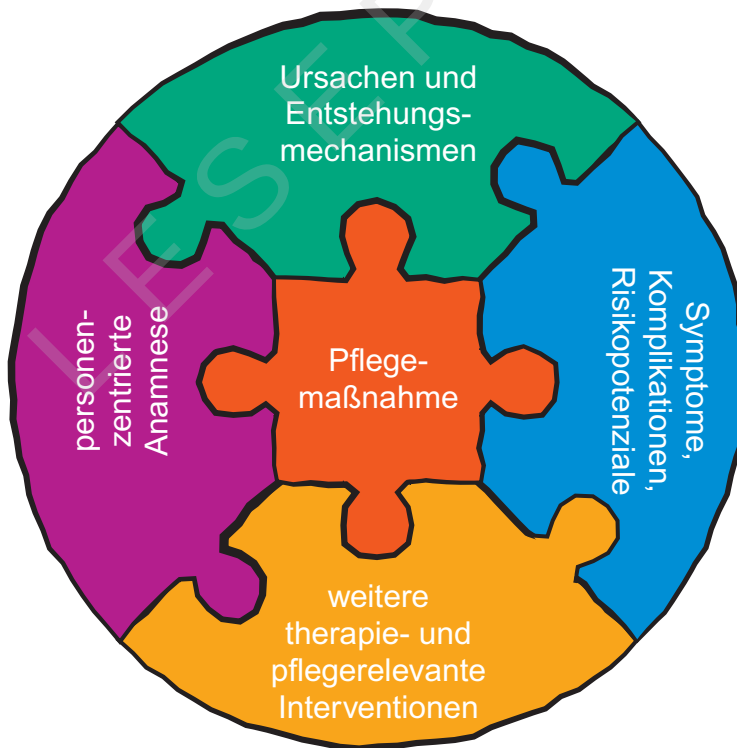

Abb. 1.1 Alle Schritte des „Pflegeguide-Puzzleballs“ greifen ineinander. [L231]
Der „Pflegeguide-Puzzleball“ mit seinen fünf bunten Puzzleteilen (➤ Abb. 1.1) fördert die (Selbst-)Lernkompetenz und die Fähigkeit zum Wissenstransfer. Beides sind gemäß § 5(1) PflBG zentrale Ausbildungsziele in der generalistischen Pflegeausbildung und Basis für lebenslanges Lernen, ohne das professionelle Pflege nicht möglich wäre.